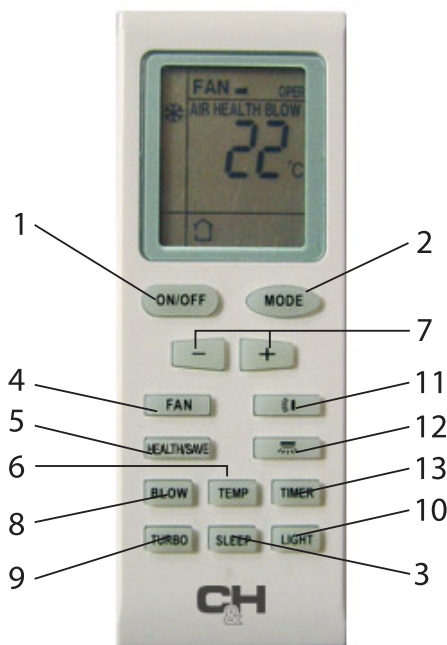

Рис. 1.1
- Комментарии к рис. 1.1 см. таблицу 1.1.